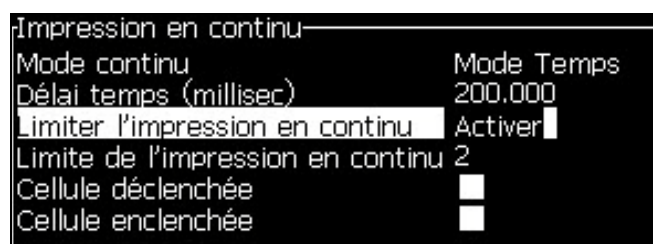

Figure 4-26 : Boîte de dialogue Impression en Continu
- 1 Sélectionnez *Impression Continue* dans le menu *Imprimer*. La boîte de dialogue *Impression en Continu* apparaît (Figure 4-26).